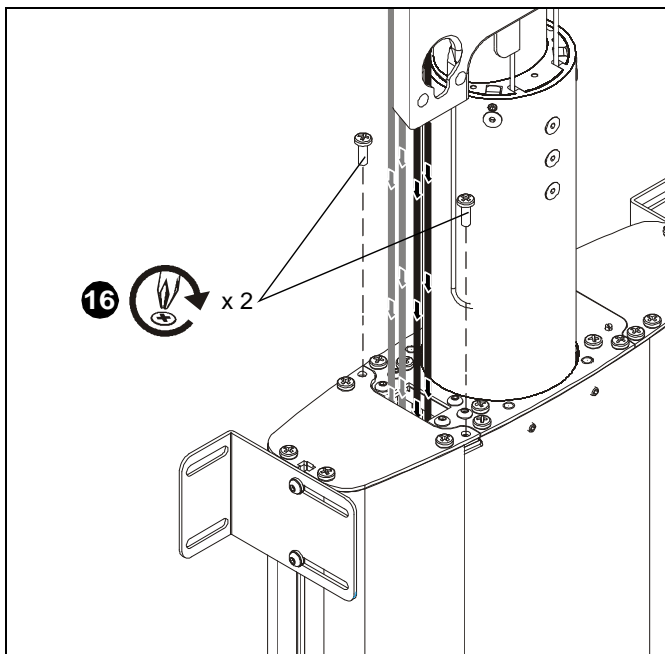

рис. 13
- Закрепите боковую крышку направляющей кабелей на креплении CM2 с помощью двух винтов (снятых на шаге 1). (см. рис. 13)